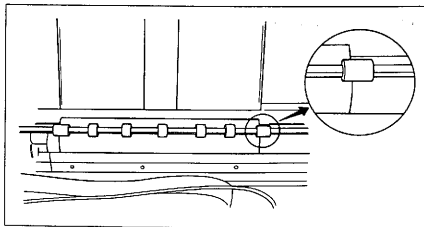

Abbildung 2-2. Papierhalter einstellen
- Rechte Gummirolle so einstellen, daß sie teils auf dem Papier, teils auf der Druckwalze aufliegt (siehe Abbildung 2-2).